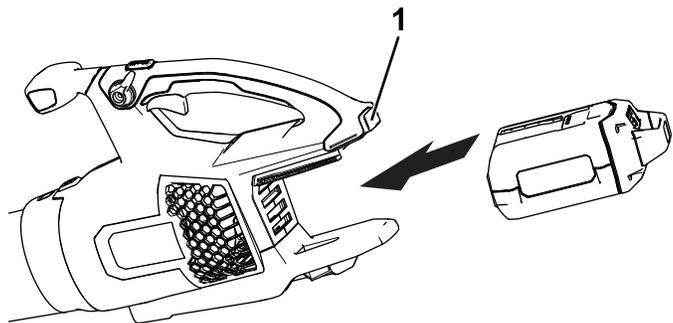

図 5
2. バッテリーパックのくぼみを、ハンドルハウジングの舌部に合わせる (図 5)。
3. ハンドルを握り、ラッチが所定の位置にロックされるまでバッテリーパックをハンドルに押し込む (図 5)。